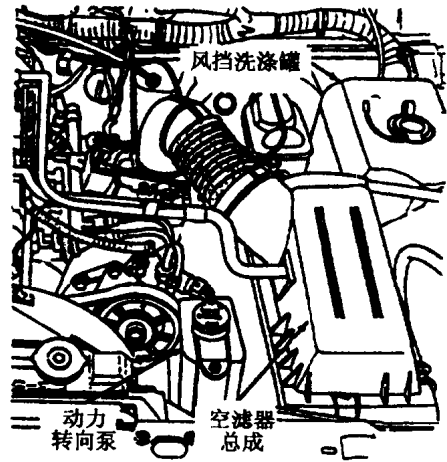

图 2-5 动力转向泵的位置
⑦拆下空气滤清器。拆下动力转向泵。再从方向盘下方的动力转向器接头上拆下软管，并罩上接头，以防异物进入，如图 2-5 所示。